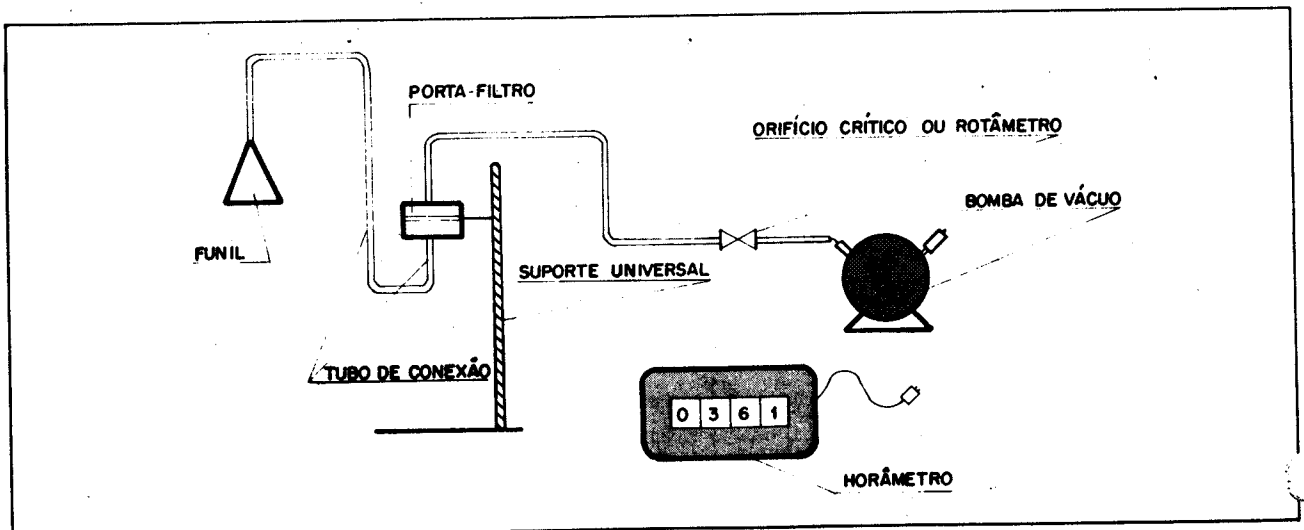

FIGURA 2 – Esquema do sistema de amostragem.
3.2.1 Montar o sistema de amostragem com a disposição da Figura 2, mantendo o funil de captação de ar a uma distância de 2 a 15 m do solo, utilizando no máximo 6 m de tubo flexível com raios de curvatura não inferiores a 50 mm.